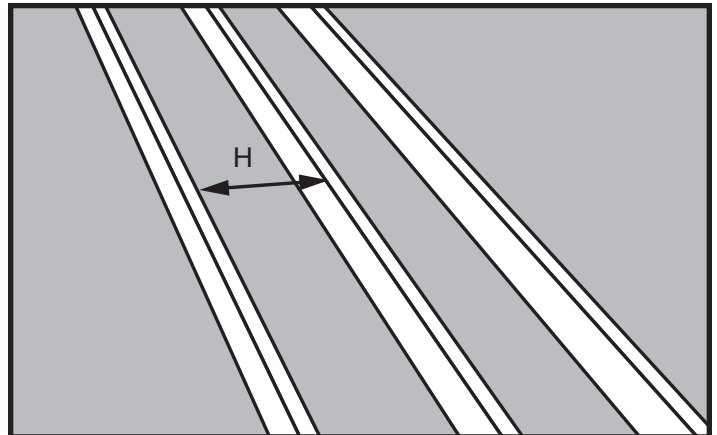

Figura 11
PASO 1. Mida la longitud "H" del cabecero entre las vigas (vea la Figura 11).